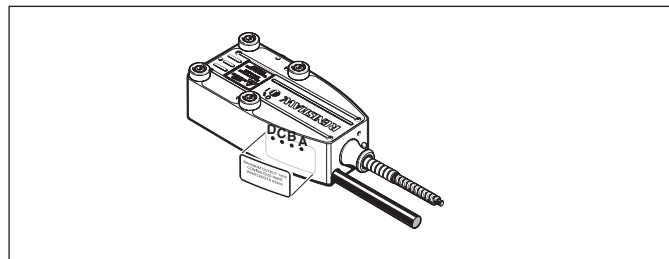

図72 - RLD検出ヘッドへの電位差計の配置
- 信号強度が1V未満であれば、検出ヘッド側面にある2台の電位差計で調整することが可能です。ゲインを調整するには、図72と73に示したAとBの穴を使用します。電位差計はデリケートな電子部品であるため、調整には十分注意してください。